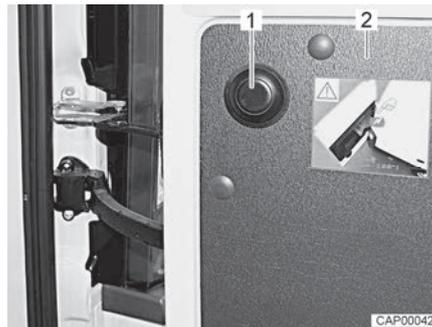

Fig. 18 Pulsador para desbloquear el límite
- Abrir la puerta trasera (Fig. 18,2) hasta el tope.
- Pulsar el pulsador (Fig. 18,1), sujetar la puerta trasera y continuar abriéndola con precaución.